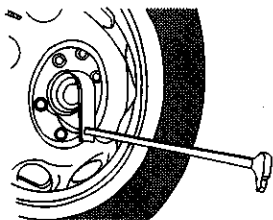

图 3-254 拆下轮毂盖
3) 用专用工具 VW637/2 拆下轮毂盖, 如图 3-254 所示。